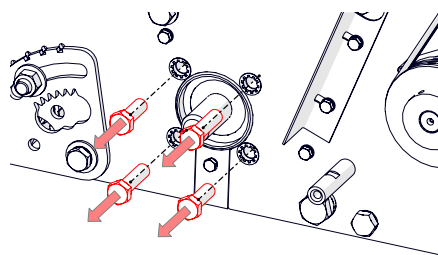

Fig. 18H – Remova os parafusos de fixação do cilindro do lado esquerdo.
9. Retire os 4 parafusos sextavados M12 (Fig. 18H) que fixam o cilindro no lado esquerdo.